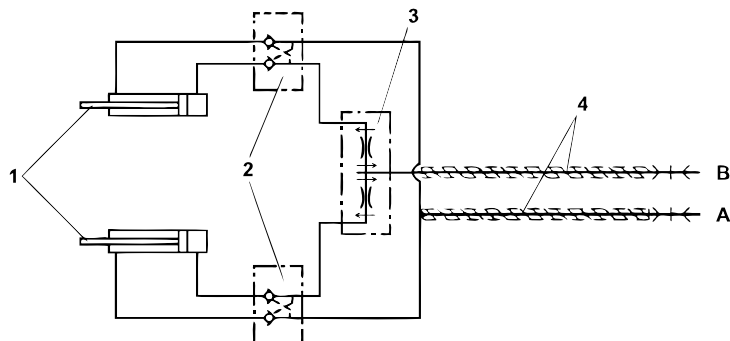

Fig.10
4.5 CIRCUIT HYDRAULIQUE DES ROULEAUX (Fig. 10)
Les deux vérins (1 Fig. 10), sont dotés d'une soupape automatique de blocage (2 Fig. 10).
LEGENDE Fig. 10 (Schéma hydraulique de réglage du rouleau avec deux vérins hydrauliques)